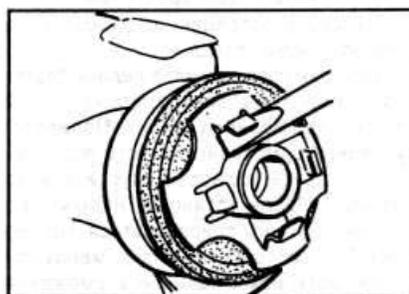

Рис. 9.42. Снятие фиксатора уплотнительного кольца.
- Для разборки первого поршня и замены уплотнительного кольца снимите пружину с поршня. Используя отвертку, снимите фиксатор за ушко и уплотнительное кольцо (см. рис. 9.42, 9.43).